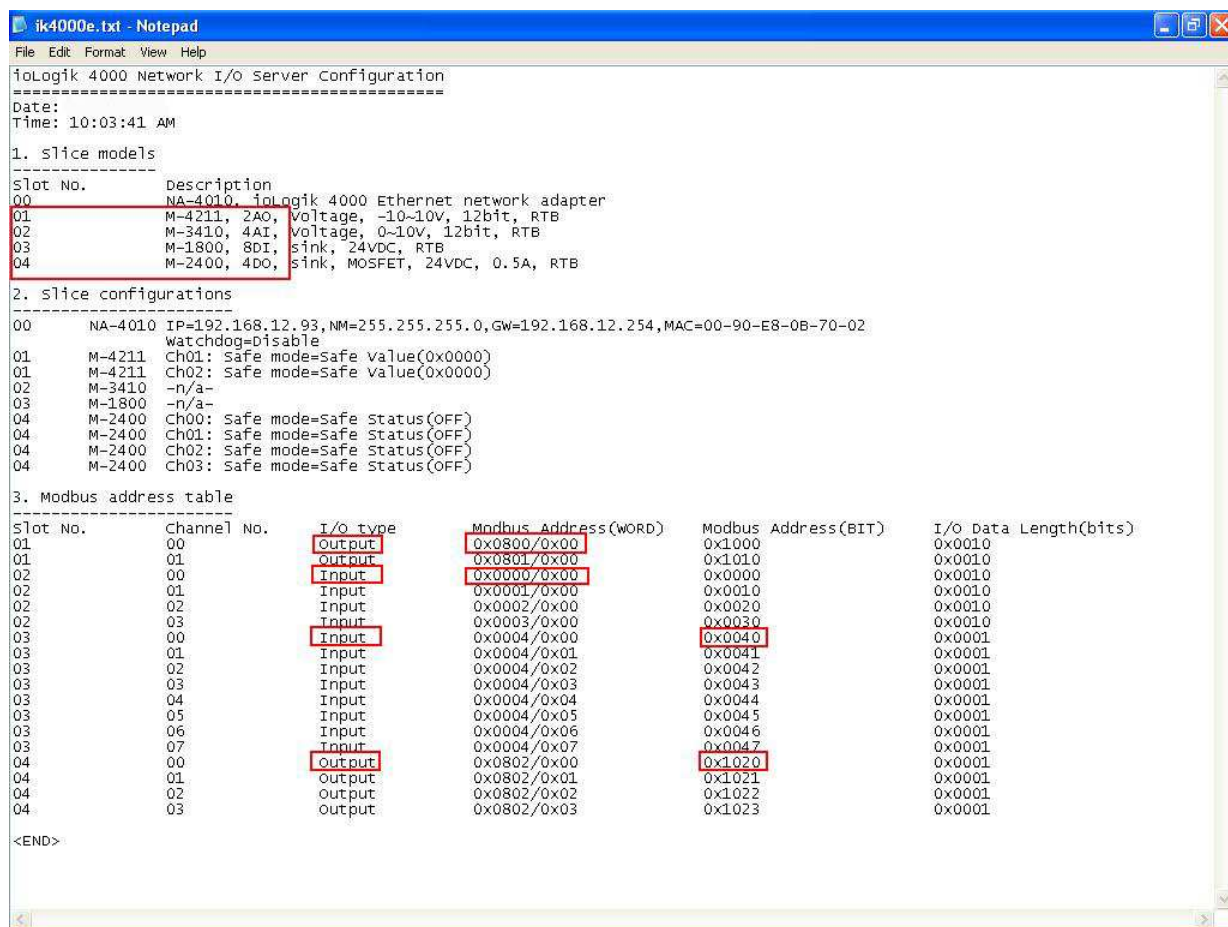

Рис. 2
1.2 Откройте сохраненный файл (Рис. 2). В нем содержится информация о самом устройстве, установленных модулях (Таблица 1) и таблица Modbus-адресов (Таблица 2):